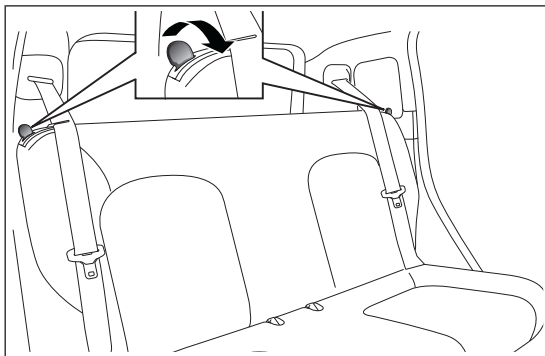

fig. 55
- agire sulle leve ai lati delle sedute posteriori fig. 55 spingendole verso l'interno della vettura, ribaltare lo schienale e successivamente accompagnare lo schienale sul cuscino.